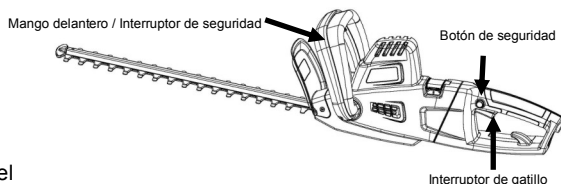

FIG. 31
**PUESTA EN MARCHA DEL CORTASETOS TELESCÓPICO O EL CORTASETOS DE TUBO (Fig. 31)**